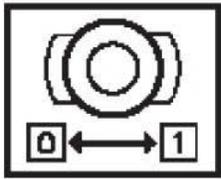
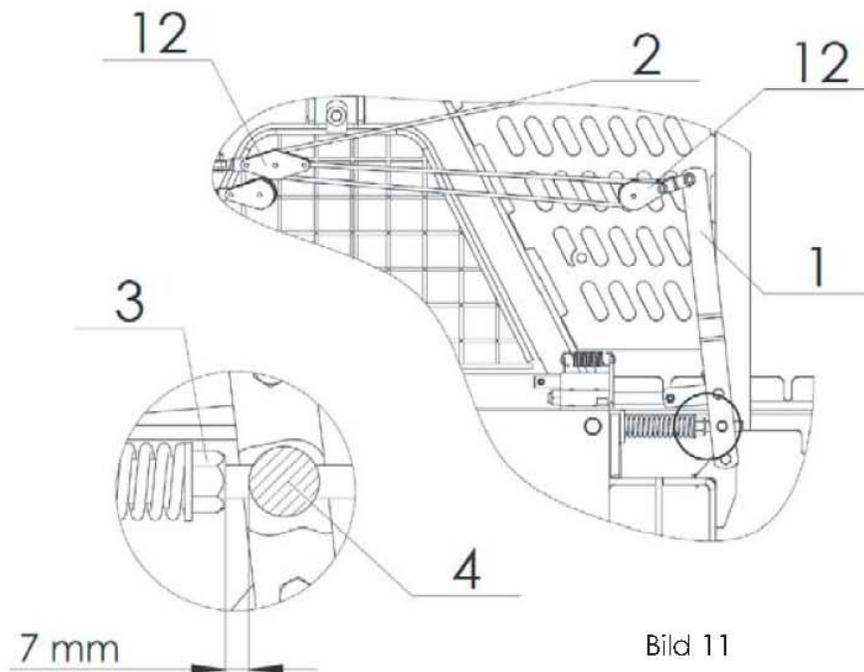

Bild 10
Bild 11
Nachdem die Winde richtig angebaut worden ist, beginnt man mit dem Abwickeln des Drahtseils. Dies geschieht durch das Ziehen der roten Schnur (Pos. 2, Bild 11). Dabei nimmt der Hebel 1 die Position AUS (Bild 10) ein. Die Bremse wird entlastet und das Drahtseil kann abgewickelt werden. Im Falle, dass das Drahtseil auf die Trommel erst aufgewickelt wurde oder eine falsche Aufwicklung festzustellen ist, so muss das Drahtseil auf der ganzen Länge abgewickelt und dann neu angewickelt werden, wie es am Anfang des Kapitels steht.
**Untersagt wird jeglicher Eingriff ins Einschaltmechanismus, der ein synchronisiertes Funktionieren der Kupplung und der Bremse verhindern würde. Ebenfalls ist verboten, den roten Bremshebel (Pos. 2, Bild 11) zu ziehen.**
Die Bremse wird mittels Mutter (Pos 3, Bild 11) eingestellt. Der Bremshebel (Pos. 1, Bild 11) nimmt dabei die Position EIN (Bild 10) ein. Zuerst wird mittels Gabelschlüssel die Mutter (Pos. 3, Bild 11) eingetsellt. Die Entfernung zwischen der Rolle (Pos 4, Bild 11) am Hebel und der Mutter soll etwa 7 mm sein. Ist die Bremskraft noch nicht groß genug, so wird dieser Vorgang wiederholt, indem man erneut die Mutter (Pos. 3, Bild 11) nach rechts anzieht. Wenn die Bremse auf eine zu große Kraft eingestellt wird, ist dadurch das Seilabwickeln erschwert. In diesem fall ist es erforderlich, diese Mutter ein wenig nach links zu lösen.